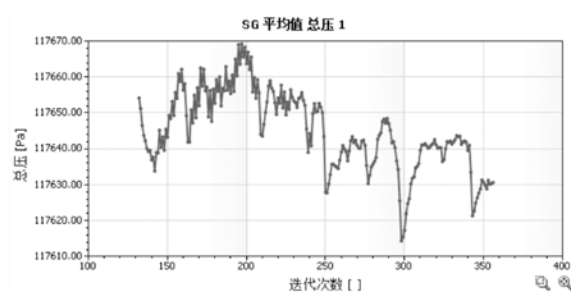

图 12-39 得到的目标值
STEP 10 右击项目树“结果”项中的“目标值”项，选择“插入”菜单命令，打开“目标图”属性管理器，单击“显示”按钮，即可查看目标的值，如图 12-39 所示（此处目标值说明，出口处的总压力，即静压加动压，约等于 117630Pa）。